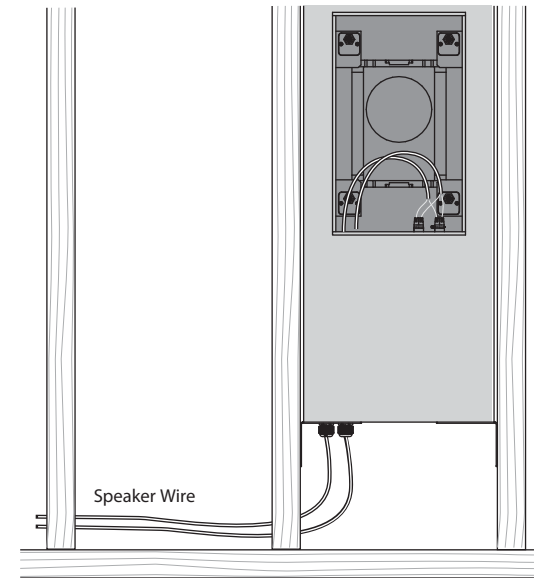

图 4. 扬声器线安装到后盖
2. 通过其中一个电缆密封套安装扬声器线, 并留出足够的松弛度以进行连接 (图 4)。拧紧电缆密封套, 并系紧扬声器电缆, 以防止其在操作中移动和发出嘎嘎声。确保扬声器电缆不会接触到可能会损坏绝缘层的钉子或螺钉。提供第二个电缆密封套以允许安装第二个扬声器电缆。